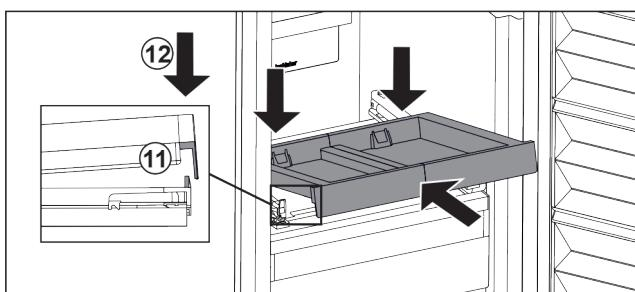

Fig. 22
- Zasuňte ju šikmo. Dbajte na to, aby sa na oboch stranach doraz nachádzal za sponou. Fig. 22 (11)
- Zložte vyťahovaciu poličku vpred. Fig. 22 (12)